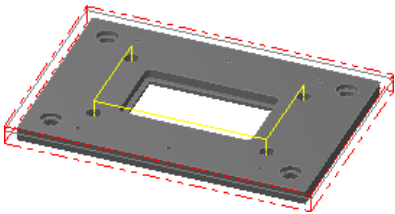

图 2.34 刀具路径
Step7. 单击“2D 刀具路径 - 螺旋铣孔”对话框中的按钮，完成加工参数的设置，此时系统将自动生成图 2.34 所示的刀具路径。